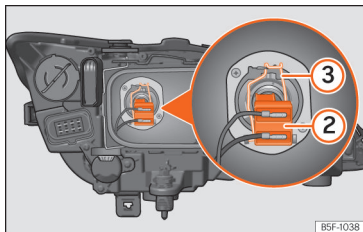

Fig. 55 Anabbagliante.
- Estrarre il connettore » fig. 55 ② della lampada.
- Sganciare la molla di ritegno » fig. 55 ③ premendo verso l'interno e a destra.